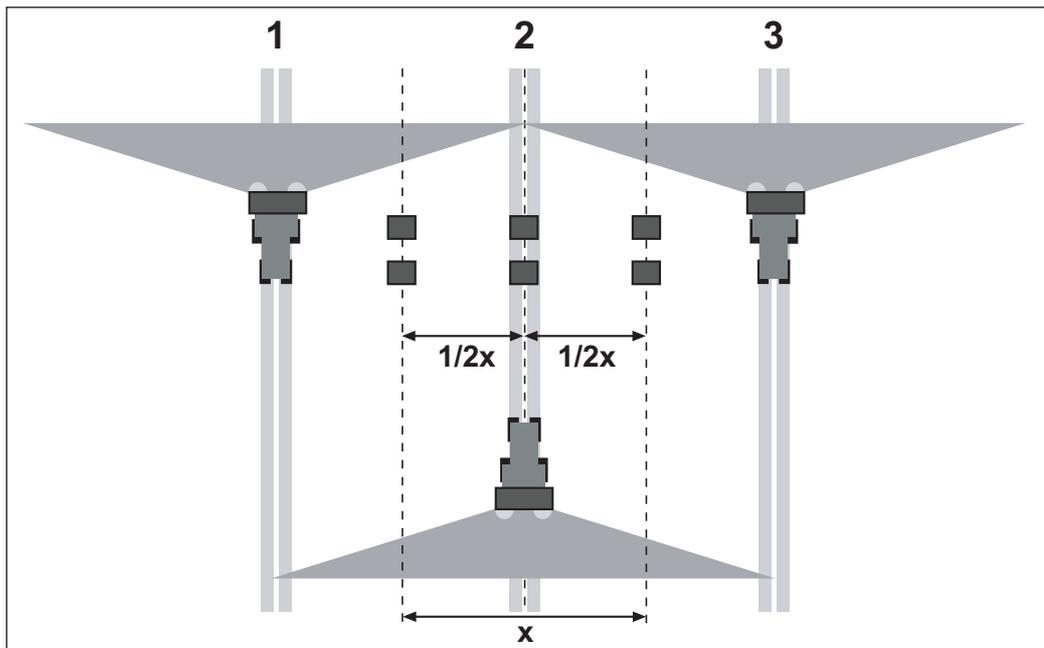

рисунок 7.19: Расстановка для трех проходов
- Установите по два приемных поддона на расстоянии **1 м** друг за другом в зонах пересечений и в средней колее движения (Рисунок 7.19).